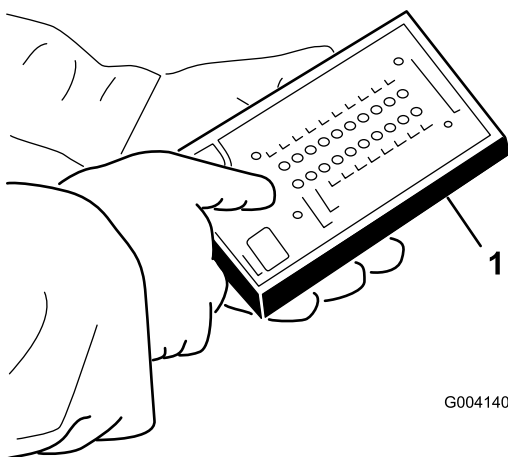

図 28
- ハーネスのループ・バック・コネクタ (図 28) に ACE 故障診断テスターを接続する。